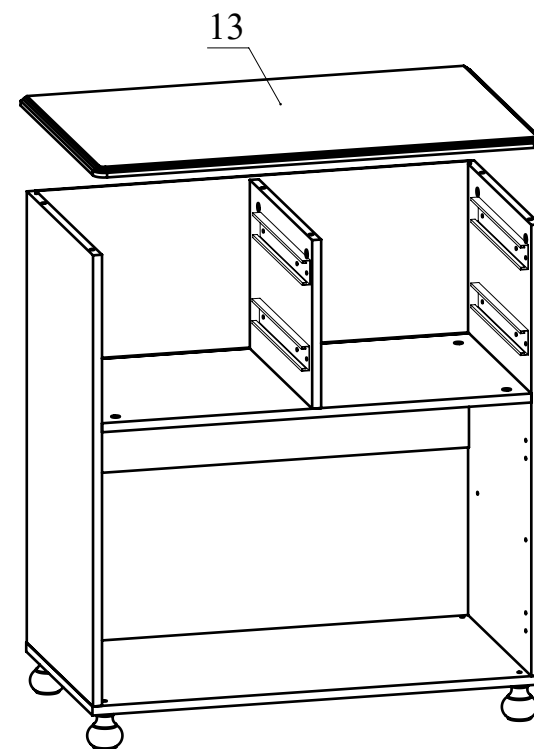

Рис.8
8. Установите деталь 13 на детали 1, 2, 3 и зафиксируйте, повернув конфирматным ключом головки минификсов по часовой стрелке (Рис.8).